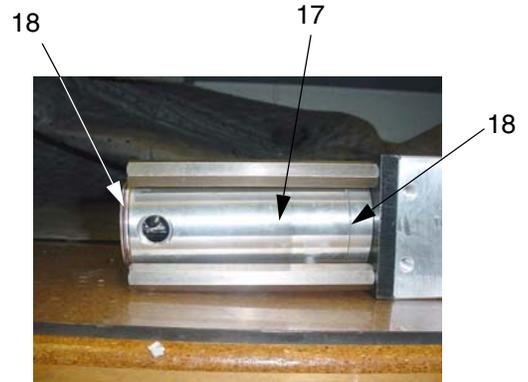

FIG. 3
5. Empuje el eje del cilindro hidráulico (1) hasta el final contra el lado A. La horquilla del lado A debe estar horizontal y la del lado B vertical.
6. Coloque dos juntas tóricas (18) en cada extremo del cilindro de lubricante (17). Ver la FIG. 3.
8. Deslice el cilindro de lubricante (17) en el lado A del cilindro hidráulico (1). Ver la FIG. 3.